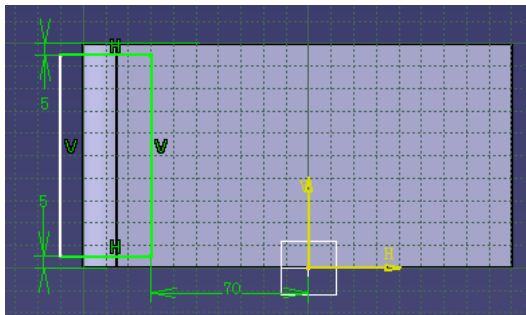

图 3-93
(3) 选择模型的上表面后，Sketcher → Profile 画如图 3-93，用 constraint  设定尺寸后，点击 。